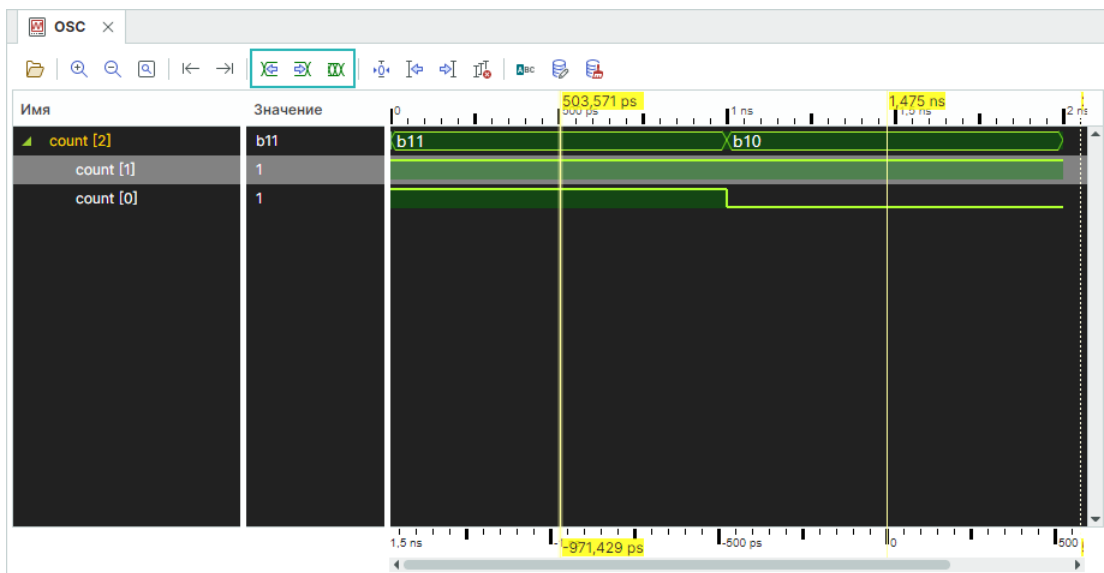

Рис. 45 Расположение кнопок для перемещения курсора
- Перемещение курсора, см. Рис. 45.